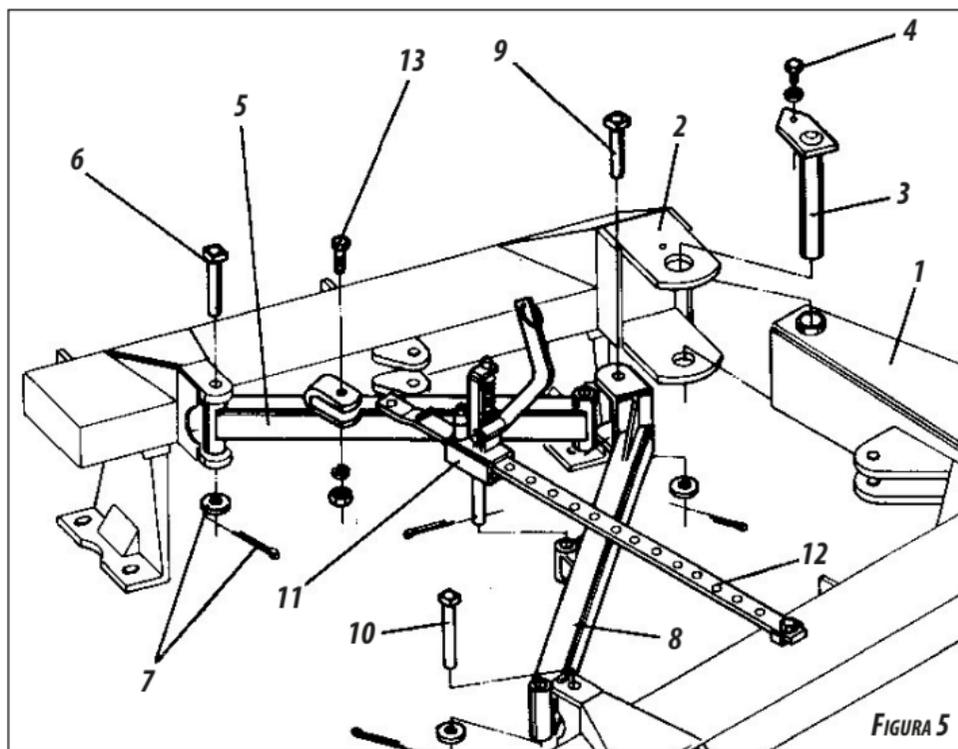

FIGURA 5
- Unir a armação dianteira (1), **figura 5**, na armação traseira (2), através do eixo de união (3) e travar com o parafuso (4). Acoplar a barra estabilizadora traseira (5) na armação traseira (2), com o pino (6), arruela, e contrapino (7).
- Unir a barra estabilizadora traseira (5) com a barra estabilizadora dianteira (8) através do pino (9), acoplando-a na armação dianteira (1), com o pino (10).
- Colocar o puxador de trava (11) na barra estabilizadora dianteira, passar a trava de regulagem (12) pelo interior do corpo do puxador de trava, unindo-a à barra estabilizadora traseira através do parafuso (13).